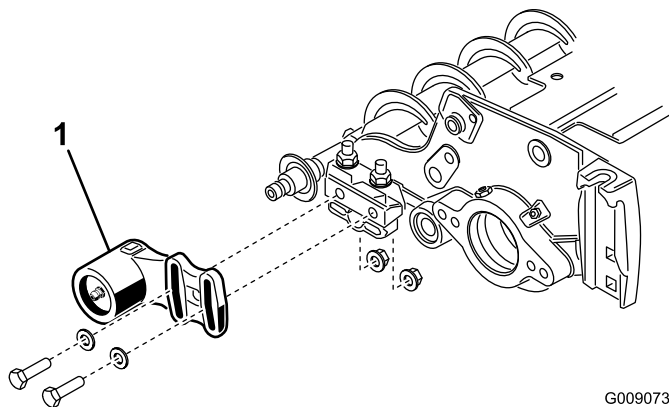
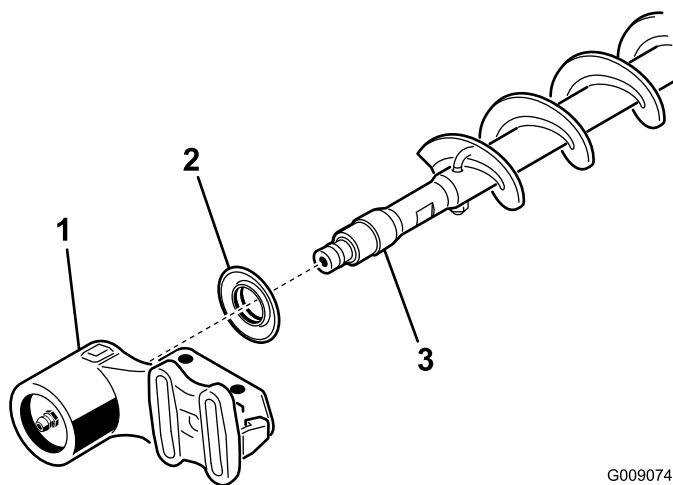

図 36
図 37
1. カッティングユニットにローラブラシが取り付けられている場合には、非駆動側ベアリングハウジングをベアリングハウジング取り付けブラケットに固定しているボルト2本を外す 図 36と図 37。
2. 非駆動側ベアリングハウジングとエクスクルーダシールをシャフトから取り外す 図 37。
9. 非駆動側ベアリングハウジングとエクスクルーダシールをブラシシャフトに取り付ける 図 37。